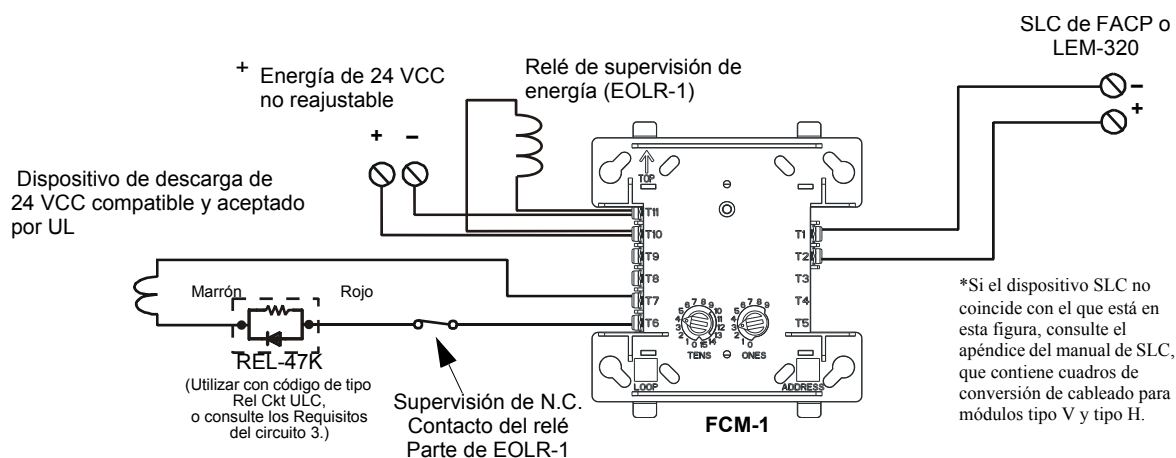

Figura 4.12 Conexión típica de un dispositivo de descarga de 24 VCC a los módulos FCM-1
- a) Use un dispositivo de supervisión en línea (n.º de pieza REL-47K) con el módulo FCM-1. Conecte el dispositivo de supervisión en línea como se muestra en la Figura 4.12.